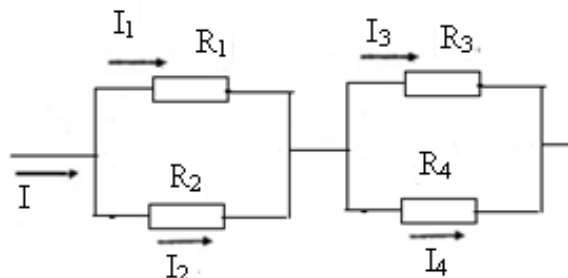
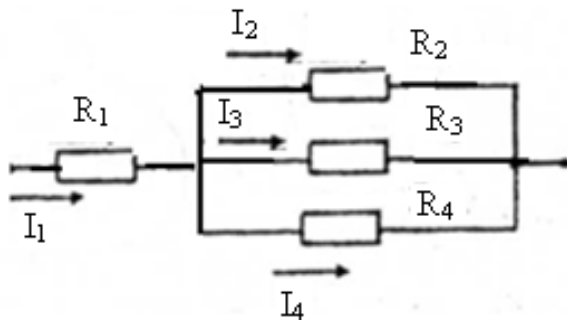

Рис. 2
Рис. 3
1. Заменяем источник э.д.с.  $E$  короткозамкнутым участком (т.к. его  $r_{вн}=0$ ) (схема рис.2).
Т.к. конфигурация цепи изменилась, то в цепи рис.2 протекают токи отличные от токов цепи рис.1. Их называют первые частичные токи и обозначают со штрихом.
Т.к. схема упростилась, то токи можно рассчитать, применяя правило плеч. Схему цепи рис.2 более наглядно представим на рис.3.